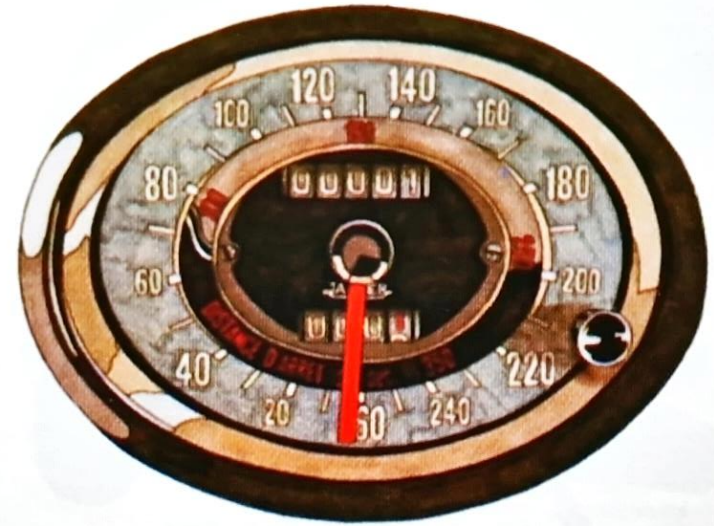

Fig. 14 - Tachymètre avec rappel des distances d'arrêt
**Distances d'arrêt (Fig. 14)**